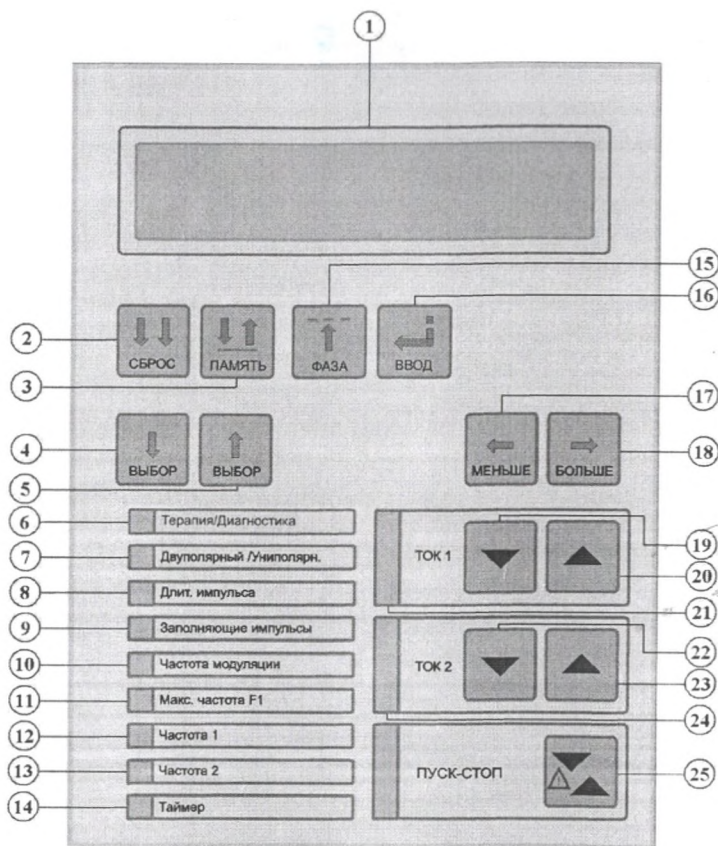

Рис. 3. Изображение передней панели аппарата.
1.5.2. На передней панели аппарата расположены (рис. 3):
- символный двухстрочный дисплей (1);
- кнопка установки начальных параметров "Сброс" (2);
- кнопка установки параметров "Меньше" (17);
- кнопка выбора параметров "Выбор" (движение вниз) (4);
- кнопка установки параметров "Больше" (18);
- кнопка выбора параметров "Выбор" (движение вверх) (5);
- кнопка увеличения тока первого канала (20);
- кнопка уменьшения тока первого канала (19);
- кнопка увеличения тока второго канала (23);
- кнопка уменьшения тока второго канала (22);
- кнопка включения и выключения выходного сигнала "Пуск-стоп" (25);
- кнопка постоянной памяти "Память" (3);
- кнопка выбора фаз "Фаза" (15);
- кнопка ввода новых фаз "Ввод" (16).
1.5.3. На передней панели аппарата расположены (рис. 3):
- световой индикатор полярности импульса (7);
- световой индикатор длительности импульса (8);
- световой индикатор заполняющих импульсов (9);
- световой индикатор частотной модуляции (10);
- световой индикатор максимальной частоты следования импульсов в 1-ом канале (11);
- световой индикатор частоты следования импульсов в 1-ом канале (12);
- световой индикатор частоты следования импульсов во 2-ом канале (13);
- световой индикатор "Таймер" (14);
- световой индикатор тока первого канала (21);
- световой индикатор тока второго канала (24);